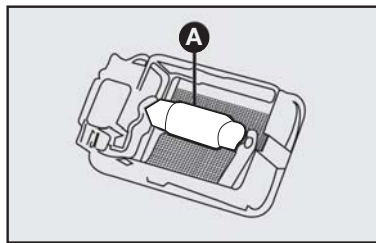

fig. 70
- 3) retirar a lâmpada A puxando-a de sua sede **fig. 70**.